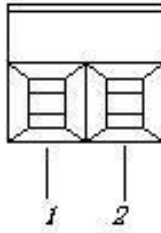

图 2.6 RS-485 接口管脚排列
- RS-485 接口, 该接口有 4 个脚, 分别是 485_B、485_A、R+和 R-。管脚排列如图 2.6 所示, 管脚功能如表 2.2 所示